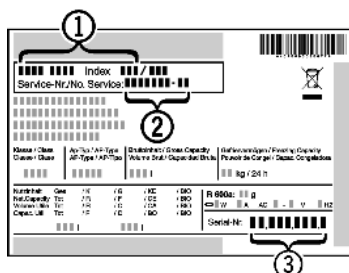

Fig. 13
▶ Odczytać z tabliczki znamionowej oznaczenie urządzenia Fig. 13 (1), nr serwisowy Fig. 13 (2) oraz numer seryjny Fig. 13 (3). Tabliczka znamionowa znajduje się po lewej stronie wewnątrz urządzenia.
- ▶ Poinformować serwis i podać opis zakłócenia, oznaczenie urządzenia Fig. 13 (1), nr serwisowy Fig. 13 (2) oraz numer seryjny Fig. 13 (3).